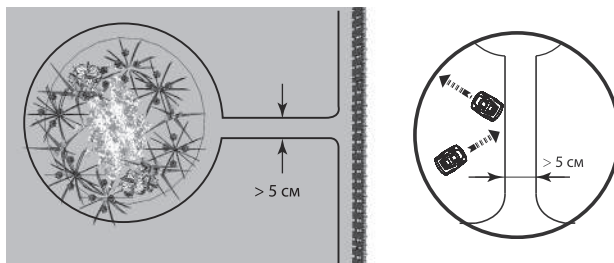

Рис. 14
- 1) Расстояние между параллельными проводами должно быть не менее 5 см (рис. 14). Таким образом, газонокосилка будет воспринимать ограничительный провод как обычное препятствие.